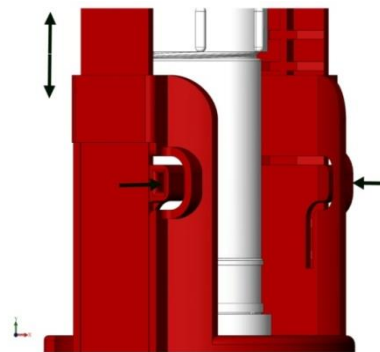

Рис.3
1. Чтобы отрегулировать клапан выпуска по высоте, необходимо отсоединить тягу 8, от хомута 10. Затем нажать на фиксаторы опоры 15 и перемещением стойки 9 вверх-вниз (см. рис.3) добиться необходимого зазора